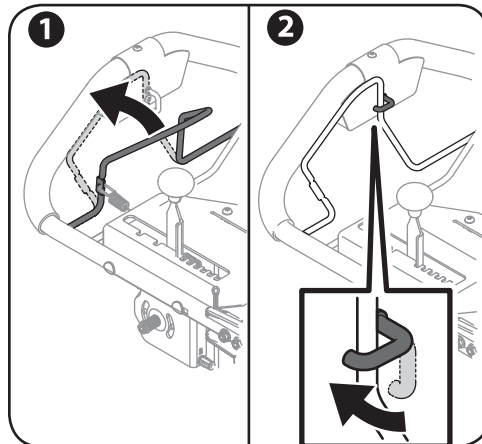

Figure 4-7
1. Actionnez le frein. Voir (1) dans la Figure 4-7.
2. Pivotez le crochet du frein de stationnement pour qu'il s'attache à la commande de frein et laissez aller la commande de frein. Voir (2) dans la Figure 4-7.